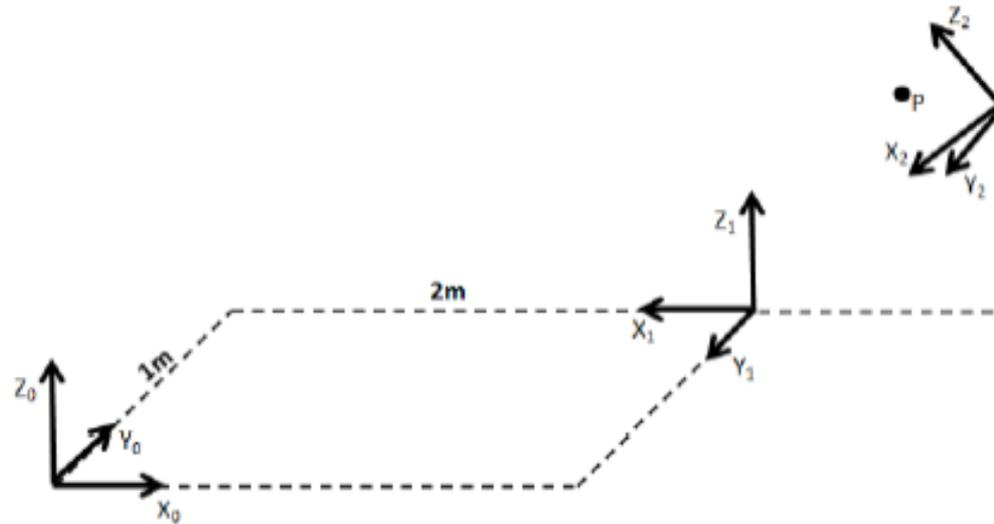

FIGURE 1 – Positionnement des référentiels
**Question 1** (2 points) Soit un ensemble de repères positionnés tel qu'illustré à la figure 1 :